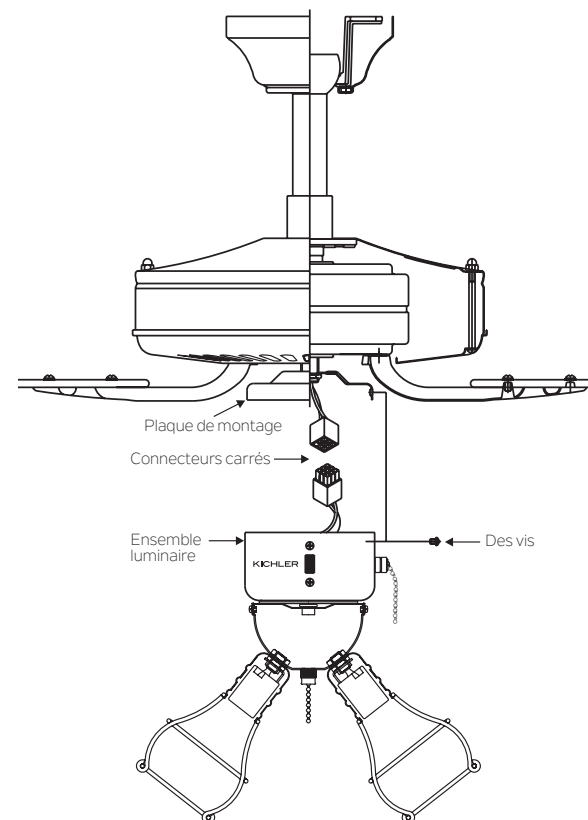

Fig.2
4. Soulevez et maintenez le luminaire près de la plaque de montage du ventilateur de plafond. Poussez les connecteurs à fils carrés ensemble. (Fig.2)
5. Repoussez délicatement tous les fils dans le boîtier du commutateur, puis installez le kit d'éclairage sur la plaque de montage à l'aide des 3 vis fournies. Assurez-vous de serrer toutes les vis. (Fig.2)